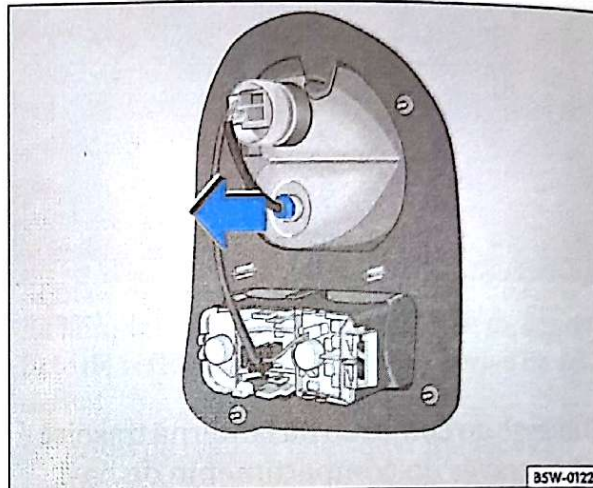

Fig. 136 Localização da lâmpada da lanterna traseira (luz de posição) - Gol
- Retire o soquete ⇒ fig. 136 puxando-o para fora -seta-.